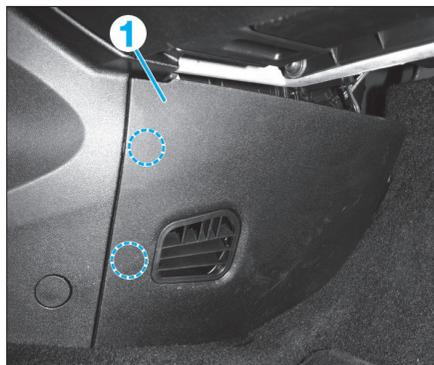

Fig. 1
- Déposer la garniture latérale avant droite (1) de console centrale de plancher en commençant par dégrafer la partie arrière (Fig.1).